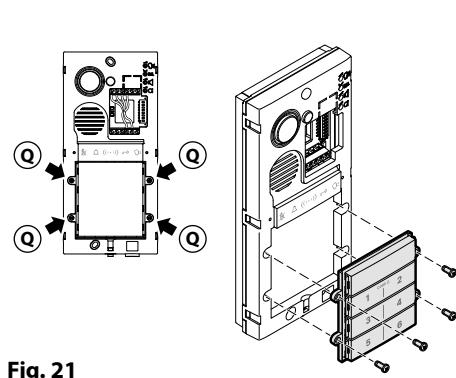

Fig. 21
3. **Per la configurazione con tastiera:** rimuovere le quattro viti (Q) e sostituire l'intero telaio dei cartellini con il telaio della tastiera fornita. Effettuare le opportune impostazioni dei dip-switch (**Fig. 21**).